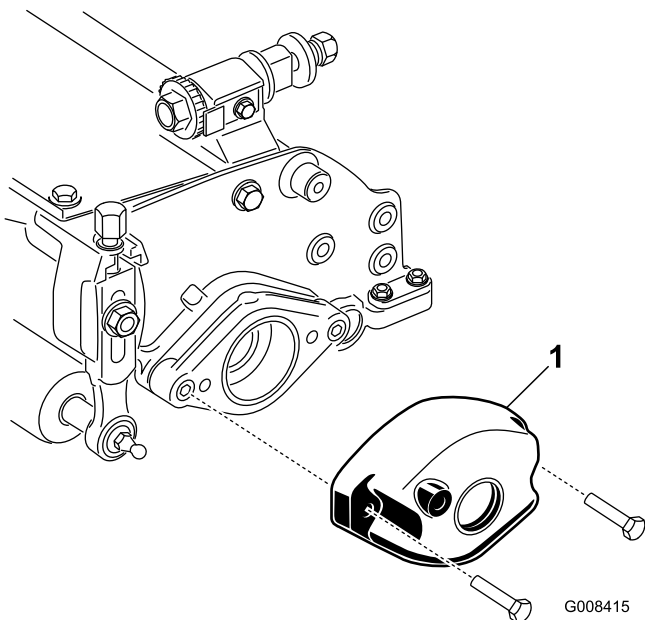

Figura 13
A. Togliete i 2 bulloni che fissano il contrappeso all'estremità sinistra dell'apparato di taglio. Togliete il contrappeso (Figura 13).